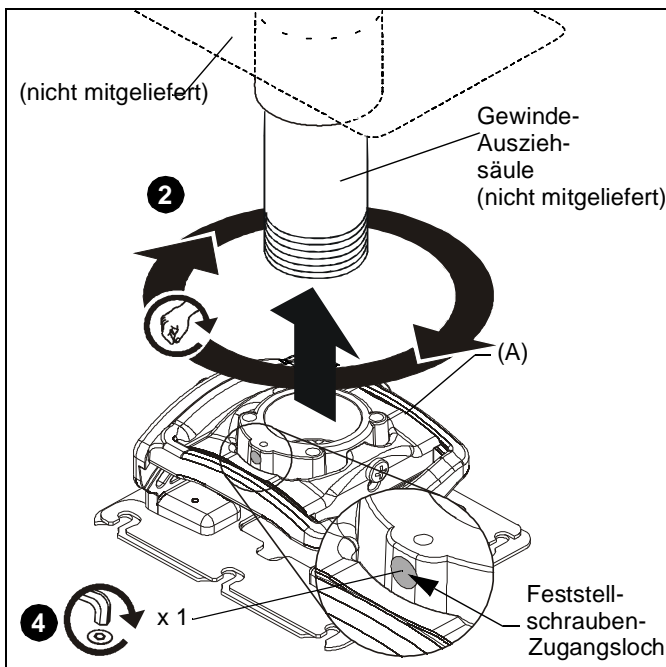

Abb. 4
4. Befestigen Sie die RPME am Rohr, indem Sie die Feststellschraube mit einem 5/32"-Inbusschlüssel festziehen. (Siehe Abb. 4)